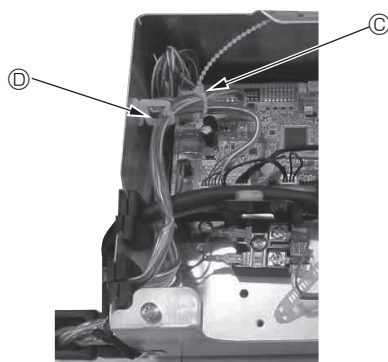

Fig. 10-14
- Amplasați porțiunile în exces ale cablurilor de racordare ale senzorului i-See și receptorului de semnal în caseta cu componente electrice, fixându-le cu ajutorul clemei, așa cum este indicat în diagramă, și asigurați cablurile folosind elementul de prindere. (Fig. 10-14)